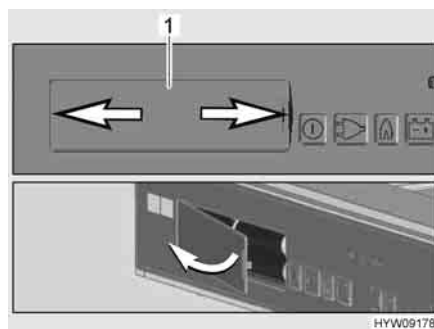

Fig. 144 Vano batteria
- Premere contemporaneamente a sinistra e a destra sul coperchio (Fig. 144,1) del vano batteria (freccia).